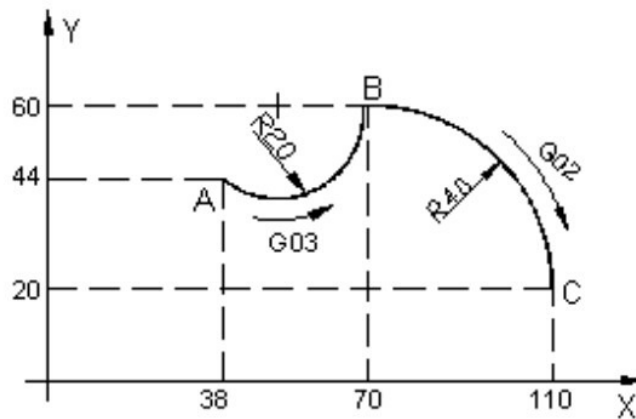

图 9
**程序实例:** 如图 9 所示, 用圆心编程。加工圆弧 AB、BC, 加工路线为 A→B→C。编程程序如下: